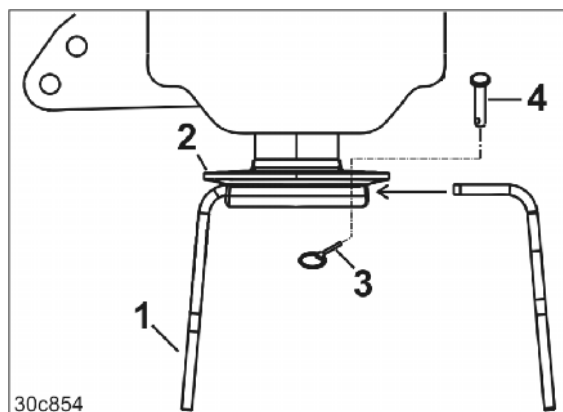

Fig. 66
Jordbearbejdningstænderne (Fig. 66/1) er fastgjort i værktøjsholderens lommer (Fig. 66/2).
1. Træk ringsplitten (Fig. 66/3) ud af bolten (Fig. 66/4).
2. Slå bolten (Fig. 66/4) ud værktøjsholderen opad.